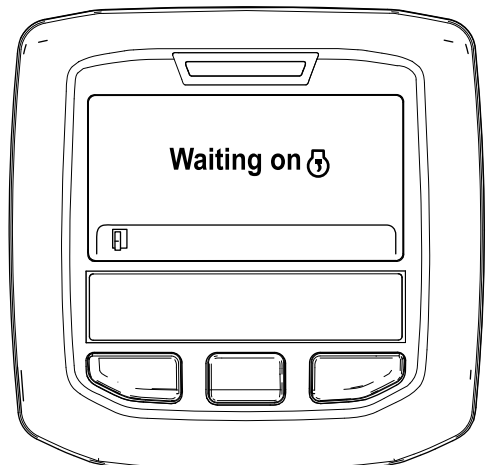

Figura 37
- B. Surge a mensagem "Waiting on [engine icon]" (À espera de) (Figura 37).